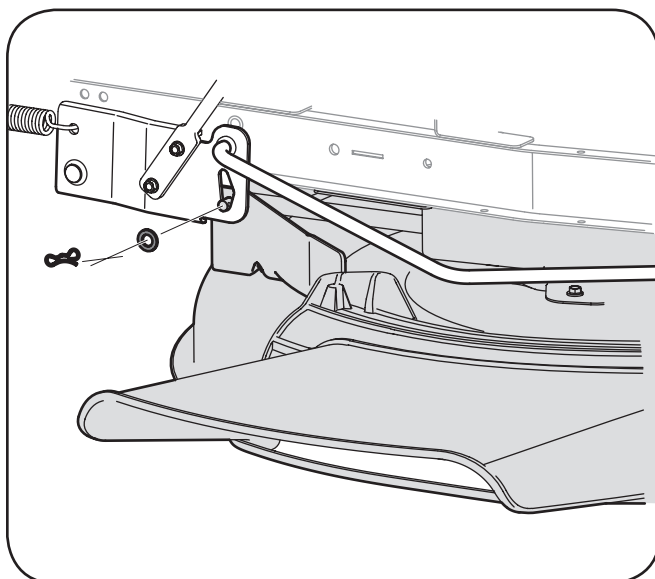

Figure 7-1
3. Retirez la goupille fendue et la rondelle plate de l'ensemble de relevage du plateau et mettez-les de côté pour utilisation ultérieure. Voir Figure 7-1.